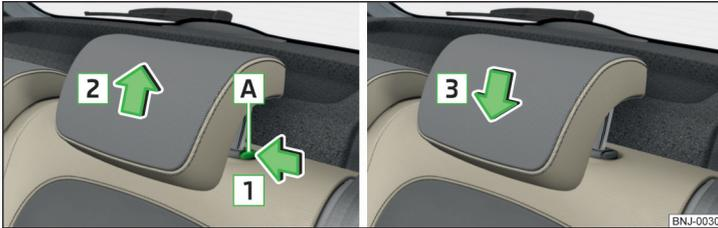

Fig. 62 Reposacabezas: Desmontar/montar
► Presionar la tecla de seguridad **A** en el sentido de la flecha **1**, y retirar el reposacabezas en el sentido de la flecha **2** » fig. 62.
► Introducir el soporte en sentido de la flecha **3** hasta que se oiga que encas- tra de la tecla de seguridad » fig. 62.